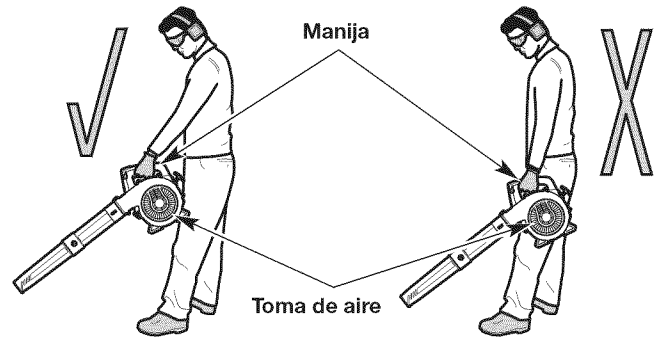

Fig. 6
- Párese en la posición de arranque (Fig. 6). Párese derecho. No se incline sobre el aparato.
- Sostenga la unidad delante y separada del cuerpo (Fig. 6).
WARNING: A fin de evitar que se produzcan lesiones graves o daños a la unidad, **NO** sostenga la unidad en su costado (Fig. 6). El motor puede estar muy caliente. **NUNCA** bloquee la toma de aire.